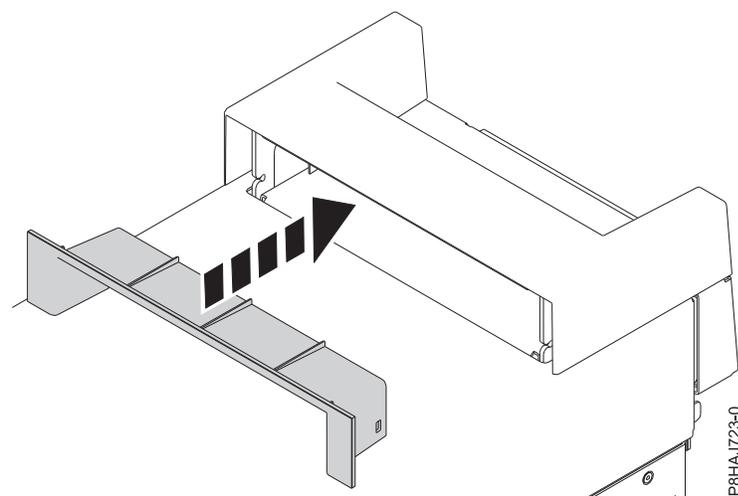

Figure 51. Insertion de la pièce plastique dans la poignée sur un système autonome 8286-41A
2. Insérez la pièce plastique (garniture intérieure) dans la poignée en la poussant fermement comme illustré figure 51.